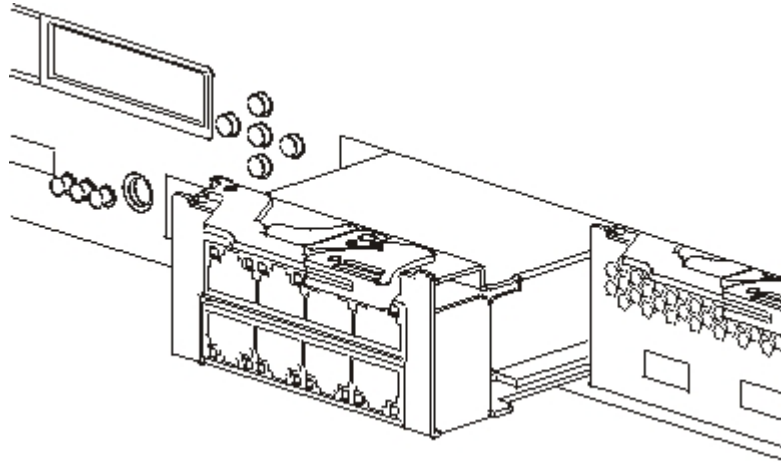

图 27. 卸下以太网模块
4. 朝您的方向拉动拉杆，以将以太网模块拉出，如图 27 中所示。